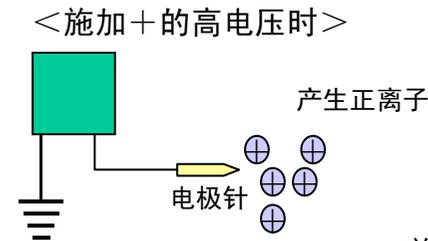
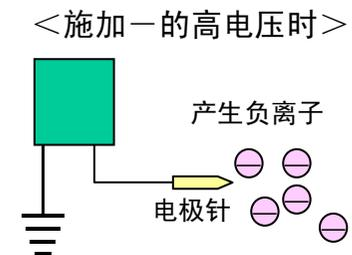

图2
图3
2. 电晕放电后，放电针周围的空气被电性分解，从而产生离子。此时，施加正电压后，产生正离子（图2），施加负电压后产生负离子（图3）。